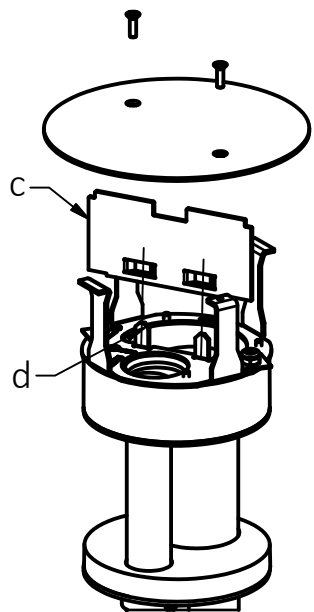

FIG. 2
- 5) Si se realizan conexiones de alimentación y de datos, instale la partición suministrada (c) en sus ranuras apropiadas en la caja pasa-piso contra fuego (d) como se muestra en la Fig. 2 para separar las conexiones de datos y de alimentación.
- 5) If both power and data connections are made, slide the provided partition (c) in to its proper slots on the fire rated poke through (d) as shown in Fig. 2 to separate the data and power connections.
- 5) Lorsque les services de données et d'énergie sont tous deux en cause, glisser la cloison (c) fournie dans la rainure appropriée de la traversée avec coupe-feu (d) comme à la Fig. 2 pour séparer les services de données et d'énergie.